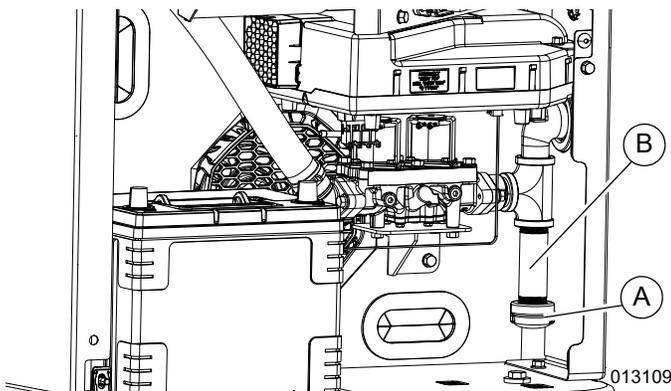

Figure 4-5. Nettoyage du piège à sédiments
3. Voir Figure 4-5. Dévisser et retirer le bouchon (A).